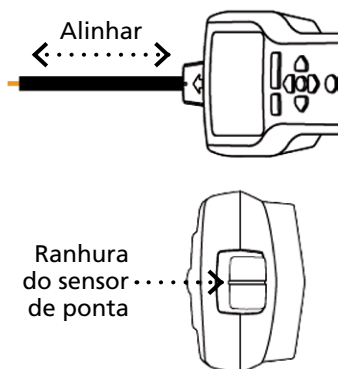

Figura 3.1h:
5. Posicionamento do recetor: Para obter melhores resultados, alinhe a ranhura do sensor de ponta com a direção do cabo. O sinal poderá ser perdido se o alinhamento não for correto (Figura 3.1h).